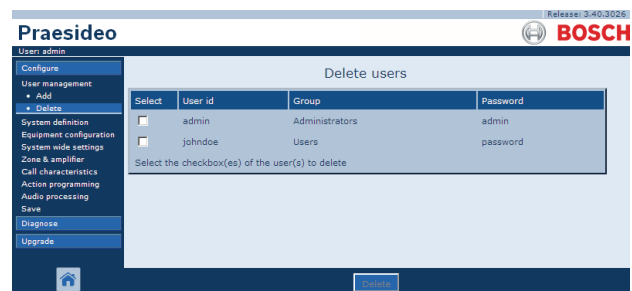

figura 42.5: Eliminar un usuario, paso 1
- 1 Vaya a *Configure > User management > Delete*. Aparece una pantalla similar a la mostrada en figura 42.5 en el cuadro principal de la interfaz Web.